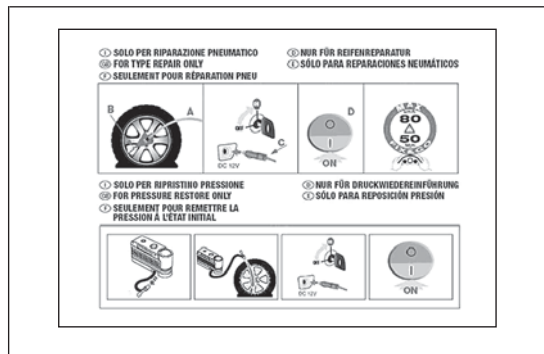

fig. 109
- ☐ un folleto informativo (ver fig. 109), para utilizar correctamente el kit de reparación rápida. El folleto deberá entregarse al personal que manipulará el neumático tratado;